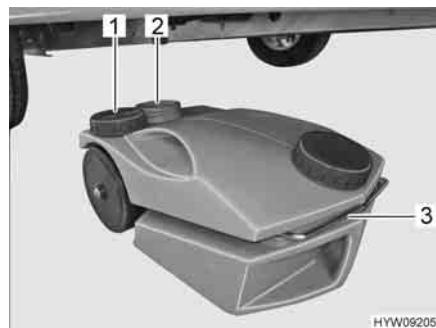

Fig. 116 Serbatoio delle acque grigie, mobile
- Chiudere l'apertura del serbatoio delle acque grigie (Fig. 116,2) con il coperchio (Fig. 116,1).
- Estrarre il serbatoio delle acque grigie tramite la maniglia (Fig. 116,3).
- Sfilare completamente la maniglia (Fig. 116,3) e posizionare il serbatoio delle acque grigie.